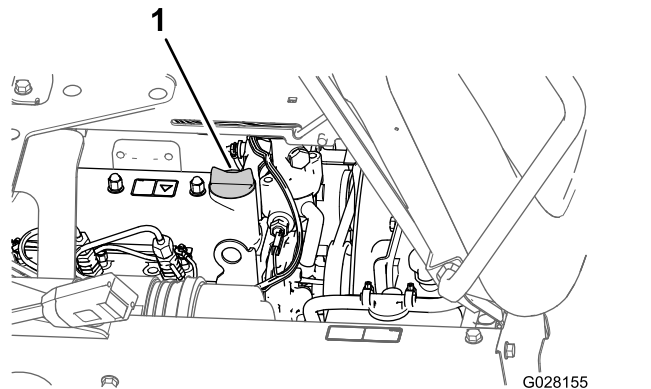

图 71
5. 从发动机气门室盖的加油颈上取出加油颈盖慢慢从加油颈注入规定油量的大约 80% 图 71。
8. 将加油颈盖重新装入加油颈 图 71。